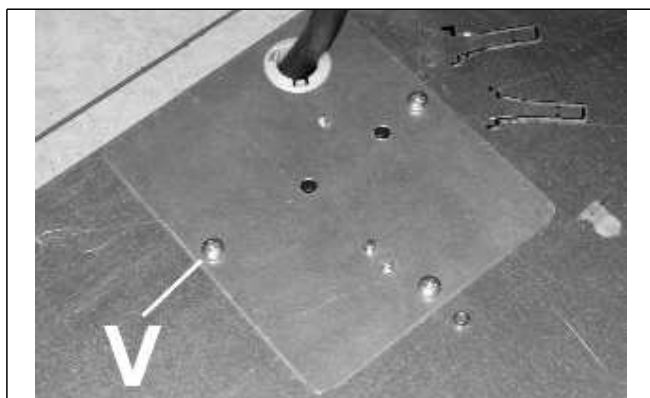

FIG. 11
- a) retirez le volet fixé par des vis "V" (voir fig. 11).
f) Remplacez le volet et fixez-le à l'aide des vis "V" prévues à cet effet (voir fig. 11).